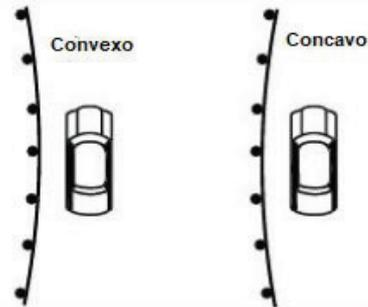

Imagen 12: Orientación de Curvatura
5. Determinar la orientación de curvatura de Imagen 12.